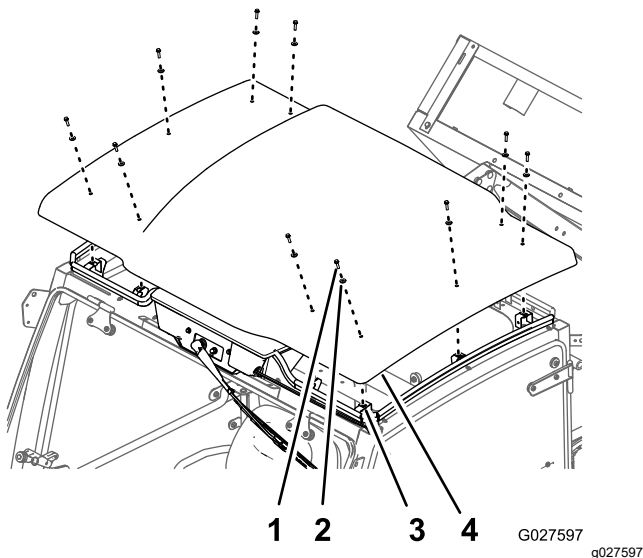

Figura 13
1. Retire los 10 pernos ($\frac{1}{4}$ " x 1") y las 10 arandelas sello ($\frac{1}{4}$ ") que sujetan el panel de techo a los soportes del techo de la cabina (Figura 13).